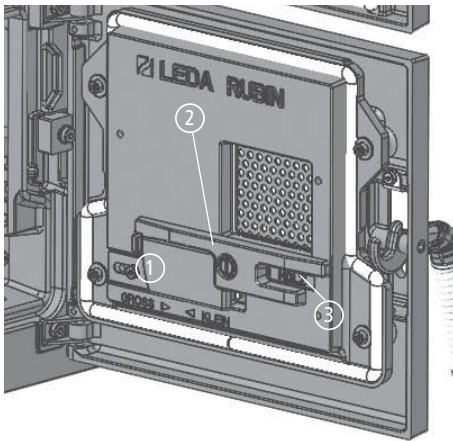

Abb. 3.5 Brennstoff-Einstellung „Holz“ in der geöffneten Aschefachtür
Liegt die flächige Seite ① des Brennstoffwählers ② links, ist die Luftzufuhr für den Brennstoff Scheitholz oder Holzbrikett eingestellt - in der Aschefachtür ist der Schriftzug „Holz“ ③ sichtbar (siehe Abb. 3.5). Für den Betrieb mit Braunkohlebrikett wird der Brennstoffwähler nach rechts gedreht - in der Aschefachtür ist dann der Schriftzug „Brikett“ ④ sichtbar (siehe Abb. 3.18).
Brennstoffwähler:	Stellung Holz (s. Abb. 3.5)